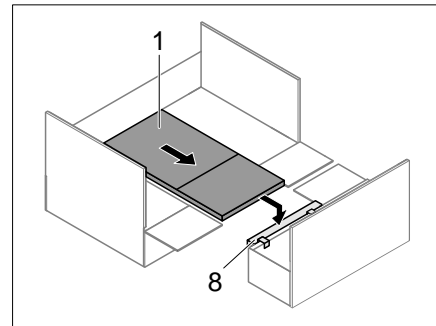

Bild 219 Tisch auf Bettkasten-Auflage
- Bettkasten-Auflage (Bild 219,8) einhängen.
- Einhängetisch (Bild 219,1) ausziehen und auf eingehängter Bettkasten-Auflage (Bild 219,8) positionieren.